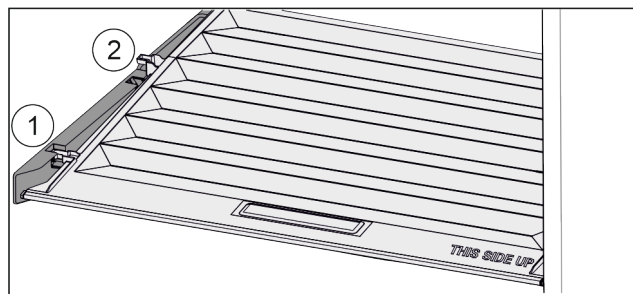

Fig. 128
- Trageți capacul în față Fig. 128 (1) până la orificiul din piesele suportului.
- Ridicați în spate de jos și scoateți Fig. 128 (2) în sus.